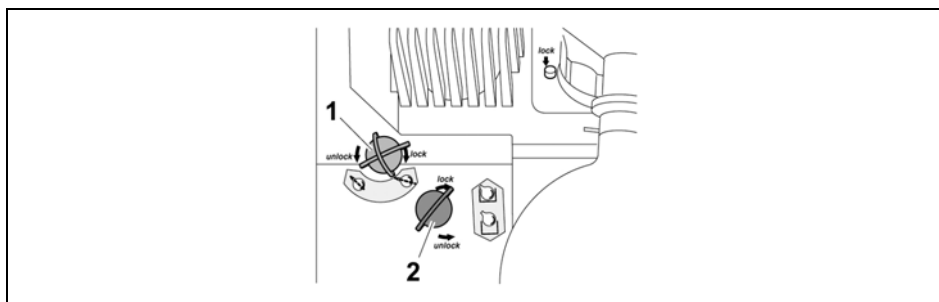

Fig. 4-11: *Inclinación/profundidad de inmersión del matraz evaporador*
- Girar el botón giratorio negro (Fig. 4-11 (2)) en el sentido contrario a las manecillas del reloj, en dirección a **unlock**.